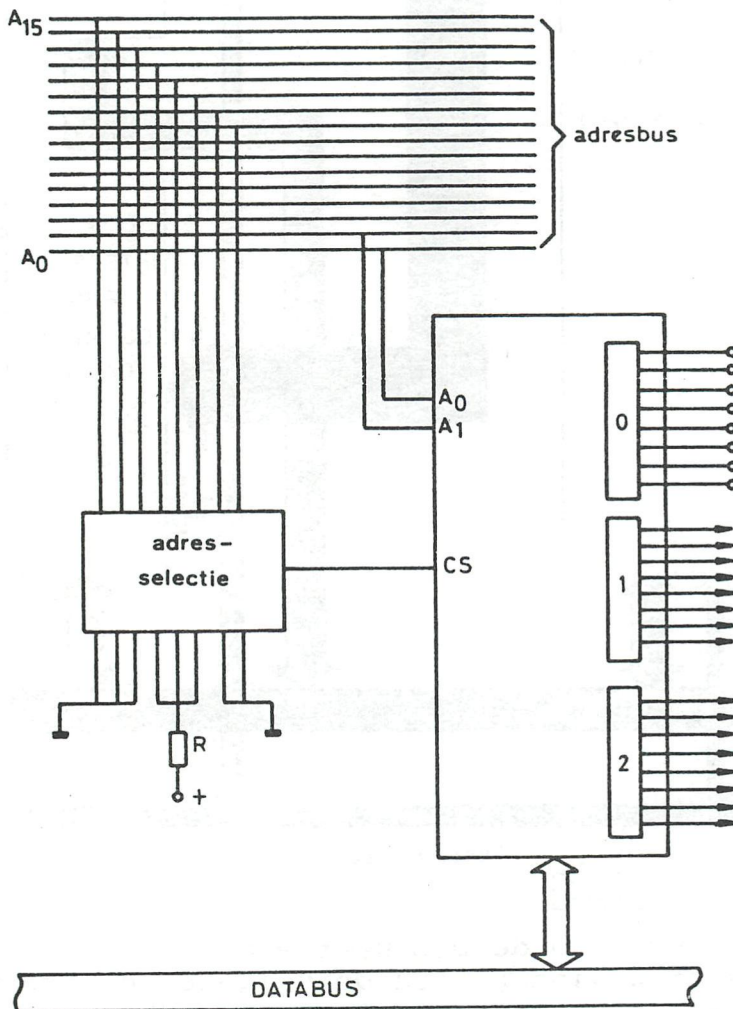

fig.3
In fig. 3 is weergegeven hoe we een I/O-module als geheugenbouwsteen kunnen opnemen.
De I/O-module in fig. 3 bestaat uit 2 output-poorten en 1 input-poort. Voor de selectie van deze poorten zijn 3 ingangen aanwezig: 2 adres-ingangen en 1 chip-select (CS)-ingang. Wanneer we nl. de chip (de I/O-module) hebben geselecteerd, moeten we alleen nog 1 van de poorten binnen die chip adresseren. Dit kan m.b.v. 2 bits. Hiermee zijn immers 4 combinaties mogelijk, nl. $00_2 = 0$; $01_2 = 1$; $10_2 = 2$ en $11_2 = 3$. De chip selecteren we, door b.v. de 8 hoogste adresbits m.b.v. een comparator te vergelijken met een vooraf ingestelde waarde.
Vraag 2: In fig. 3 worden de 8 hoogste adresbits vergeleken met $00111100_2/00011100_2$.
In fig. 3 is dit de waarde $00011100_2 = 1C_{16}$.
Vraag 3: De adressen van de 3 poorten in fig. 3 zijn:
De adressen van de 3 poorten in fig. 3 zijn dus $1C00_{16}$, $1C01_{16}$ en $1C02_{16}$.
We zien nu meteen een groot nadeel opdoemen van memory mapped I/O. De I/O-module in fig. 3 neemt nl. een veel groter adresbereik in beslag dan de 3 adressen die voor de poorten nodig zijn.
Is het benutten van alle geheugencapaciteit wel nodig, dan moeten we werken met grotere comparators. In fig. 3 zullen we dan de adresbits A_7 t/m A_2 ook moeten vergelijken met een vooraf ingestelde waarde.